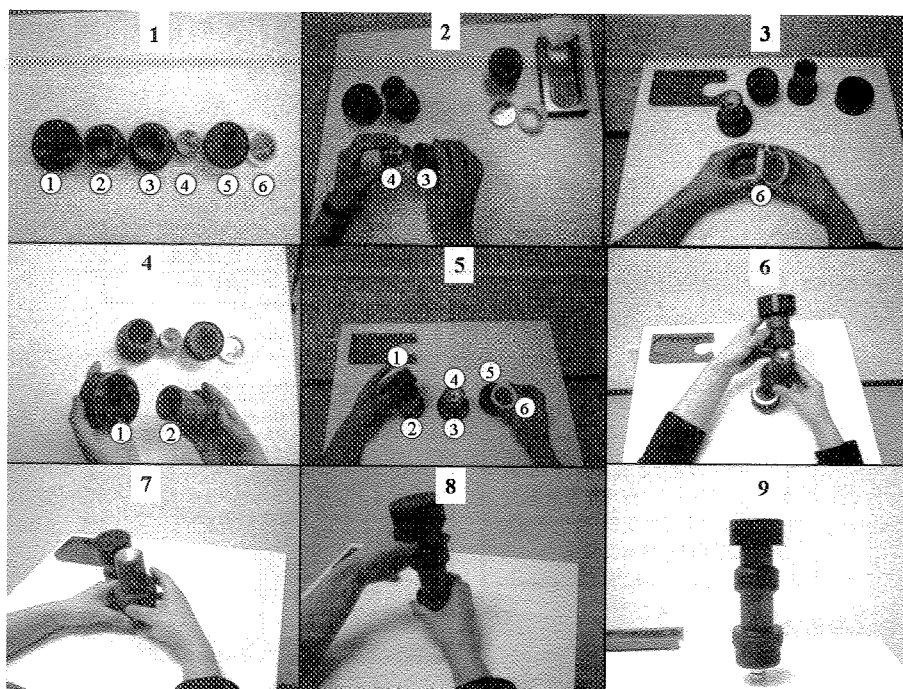
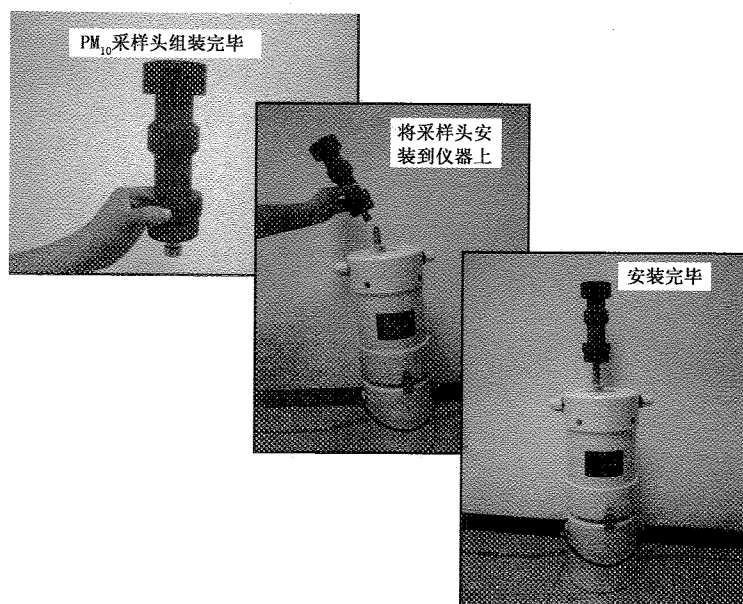

图 6-8 采样头组装
图 6-9 将采样头安装到采样器上
采样头组装需要如下部件:①防雨帽;②③采样头适配组件;④PM₁₀切割器;⑤滤膜托;⑥过滤网及防变形圈。组装步骤如图 6-8 和图 6-9 所示。